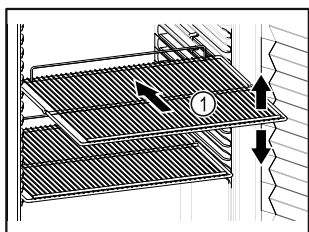

Fig. 61 Shembull ilustrues
- Nëse raftet me rrjetë Fig. 61 (1) mund të zhvendosen, atëherë përshtatini sipas lartësisë.